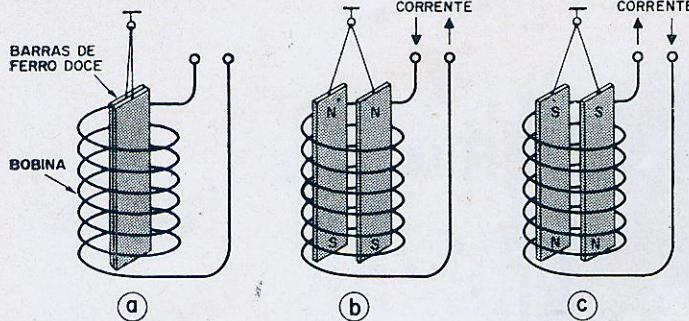
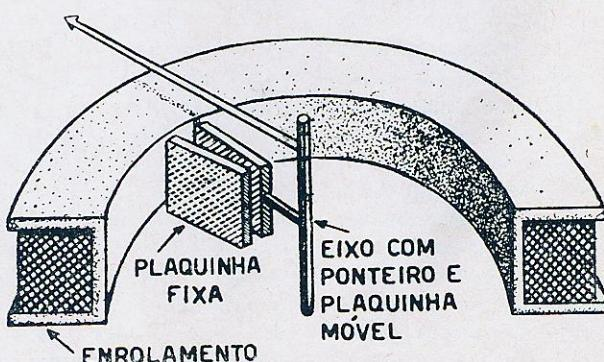
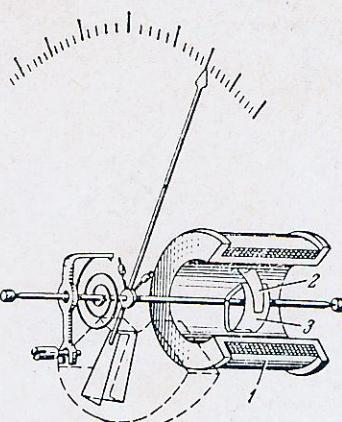

Figura 2
Figura 3
Figura 4
Os princípios básicos que regem a ação do medidor do tipo ferro móvel a repulsão estão ilustrados na figura 2. Se colocarmos duas barras paralelas, de ferro doce, dentro de um mesmo campo magnético, provocado por uma bobina em que pode circular corrente, observaremos o seguinte:
O princípio básico apresentado na figura 2 é aplicado em dois tipos de medida a repulsão: de palhetas radiais (figura 3) e o tipo de palhetas concêntricas (figura 4);
No primeiro existem duas palhetas radiais, retangulares, situadas no interior da bobina, sendo que uma delas é solidária a um eixo preso por meio de pivôs e mancais que pode girar livremente (figura 3).
No segundo, duas palhetas concéntricas e semicirculares de ferro doce são dispostas no campo magnético da bobina (1), da mesma forma que no primeiro tipo. A plaqinha (2) é fixa e a plaqinha (3) pode girar livremente em torno do eixo (figura 4).